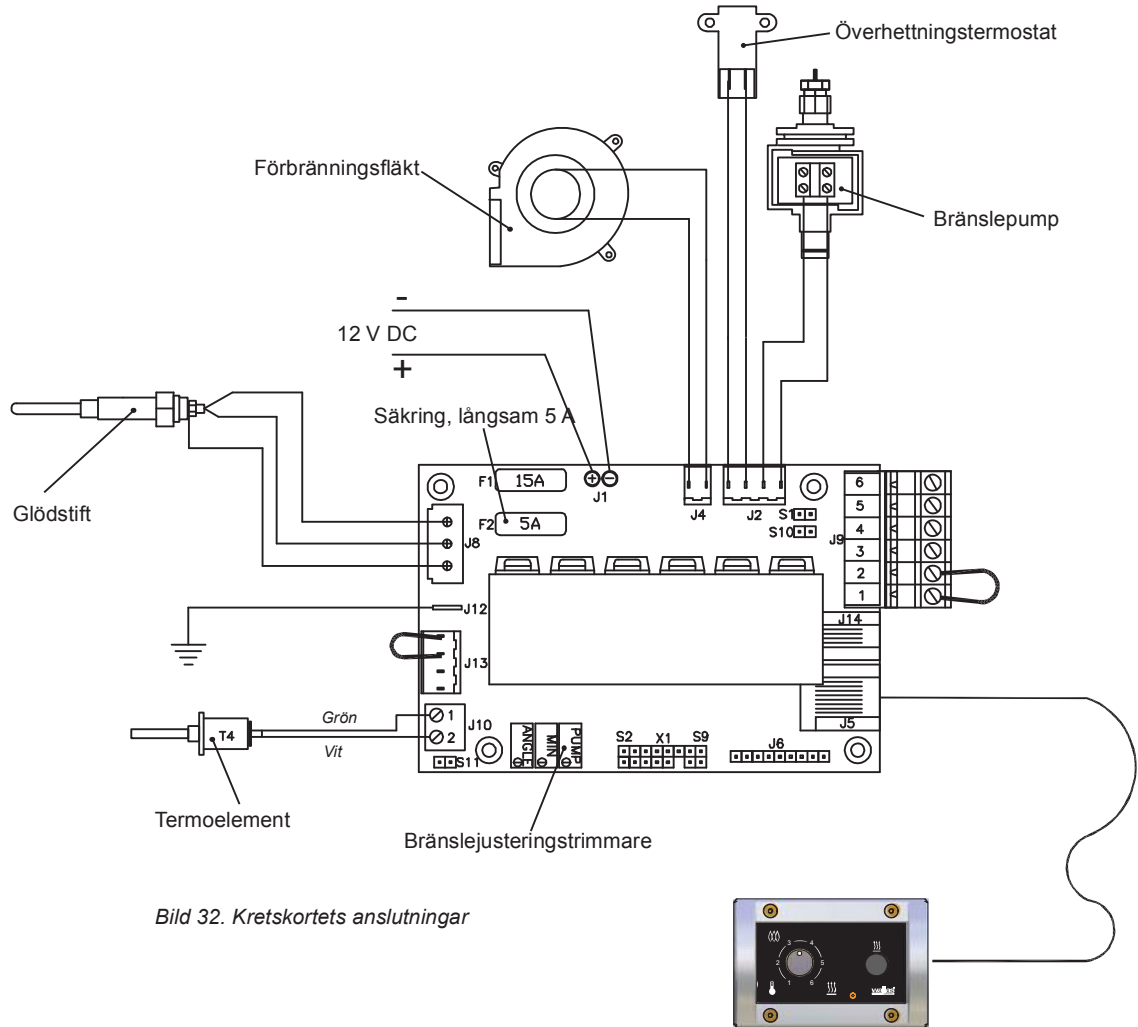

Bild 32. Kretskortets anslutningar
5. Jämför det uppmätta värdet med det normala värdet. Om de skiljer sig åt för mycket ska du justera bränsletillförseln enom att vrida bränslejusteringstrimmaren i bild 32.